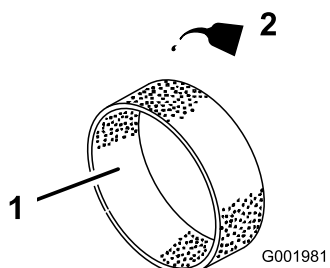

Figura 43
4. Applicare circa 30 – 60 ml d'olio sull'elemento (Figura 43),